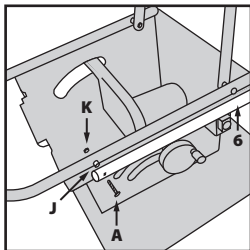

Fig. 10
- Una el componente **3** al resto del conjunto de las patas usando las fijaciones etiquetadas como **A, J y K (Fig. 10)**. Puede resultar útil quitar de en medio el componente **4**.